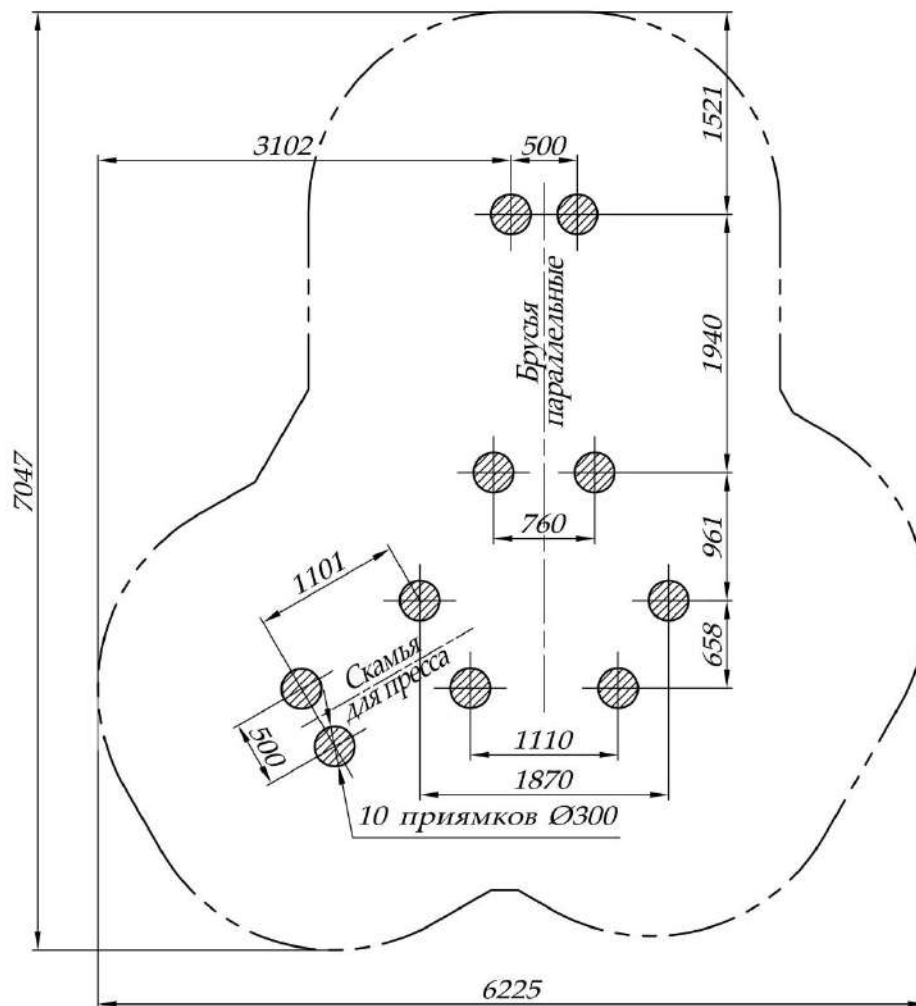

Рис.3 План фундамента уличного спорткомплекса РТР 522
12.6. Монтаж заключается в сборке составных узлов уличного спорткомплекса с последующим бетонированием стоек в заранее подготовленные приямки. Фундаментные приямки выполняются в соответствии с планом фундамента (рис. 3).